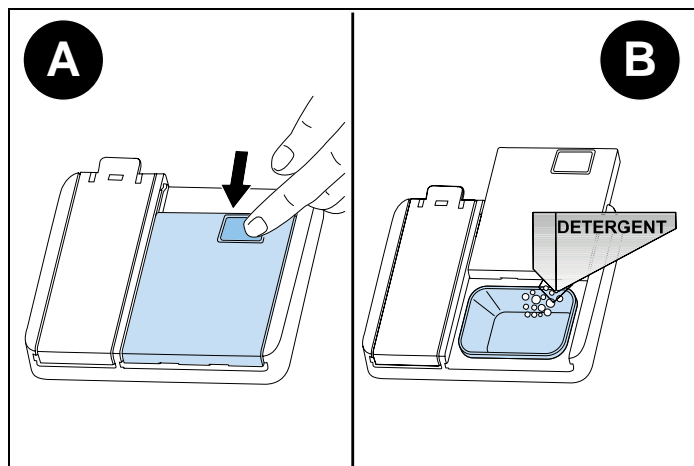

Fig. 66
- 1) Empuje el pestillo para abrir el recipiente de detergente como se muestra en la imagen (Fig. 66 A)
- 2) Vierta/ponga el detergente en el dispensador (Fig. 66 B)